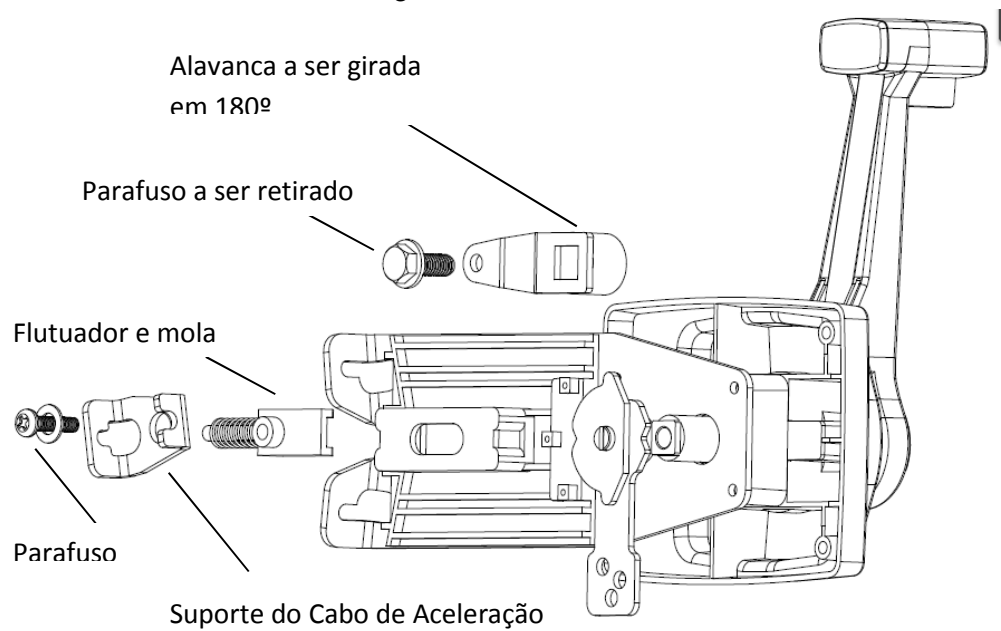

Figura 2
- a) Na parte traseira da Caixa de Comando, retire o parafuso, conforme ilustrado na Figura 2. Utilize uma chave de boca de 13mm;
- b) Gire a alavanca identificada na Figura 2 em 180°.
- c) Retire o parafuso do flutuador, identificado na Figura 2;